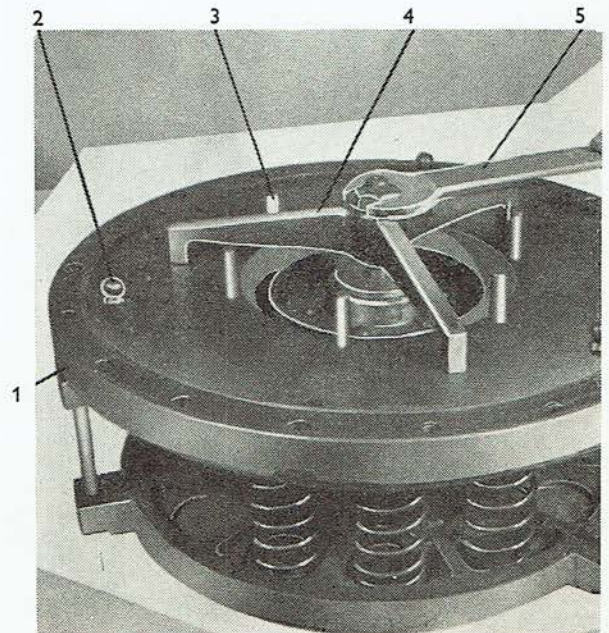

Abb. 56
- Die Kupplungsabdeckung (Abb. 56/1) ist mit drei Abstützstiften (Abb. 56/2) und sechs Führungsstiften (Abb. 56/3) auf die Hilfsantriebslamelle anzulegen.
- Auf den Hilfsgerätbolzen ist der Dreifuss (Abb. 56/4) aufzuschieben und durch Anziehen der Mutter M 14 (Abb. 56/5) werden die Kupplungsdruckscheibe und die Kupplungsabdeckung so zusammengezogen, dass die Schrauben der Fahrtausrückhebel in die Öffnungen kommen, die in einer Ebene mit den Abstütz- und Führungsstiften sind. In die Öffnung der Kupplungsabdeckung sind drei